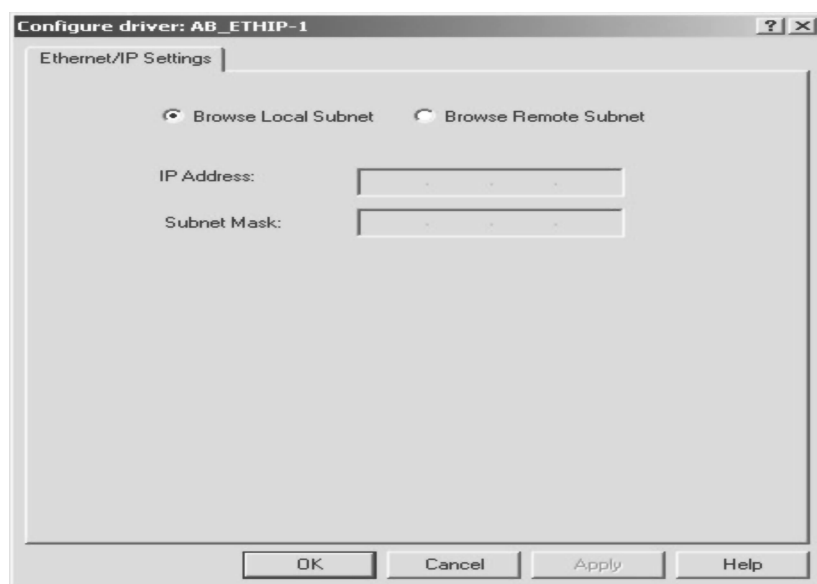

图 3-4 浏览本地子网
4. 确保已启用“浏览本地子网”（Browse Local Subnet）单选按钮，然后单击“确定”（OK），如图 3-4 所示。